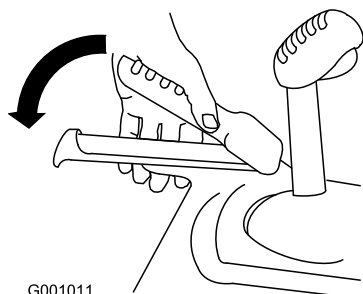

Рисунок 26
2. Прижмите рычаг тяги к рукоятке и удерживайте его на месте (Рисунок 26).